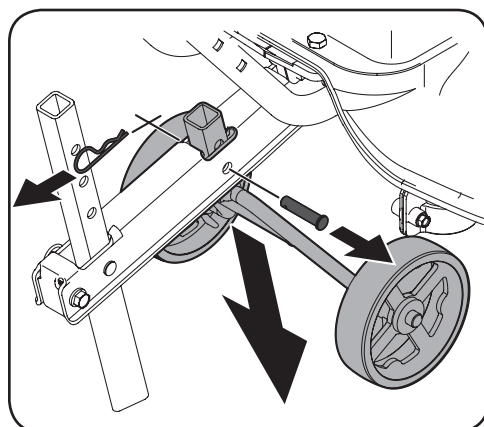

Figura 3-8
1. Saque el pasador de horquilla y el pasador de chaveta del conjunto de la rueda. Consulte la Figura 3-8.